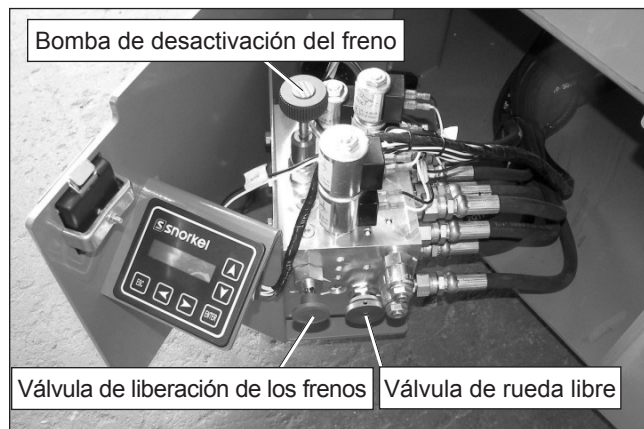

Figura 5 - Bandeja de componentes hidráulicos
1. Quite el seguro de la bandeja de las válvulas de control situada en el lado derecho de la máquina. La válvula de liberación de los frenos y la válvula de liberación de las ruedas están ubicadas en un lateral del múltiple hidráulico. La bomba de liberación de los frenos está ubicada encima de la válvula (consulte la figura 5).